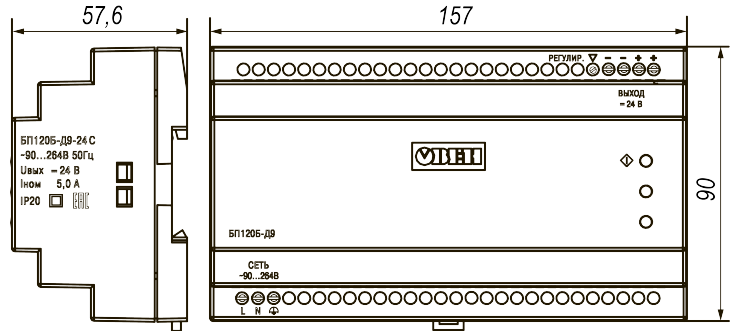

Рисунок 1 – Габаритные размеры прибора
1. Убедиться в наличии свободного пространства для подключения прибора и прокладки проводов с учетом габаритных размеров прибора (см. рисунок 1). Подготовить место на DIN-рейке.